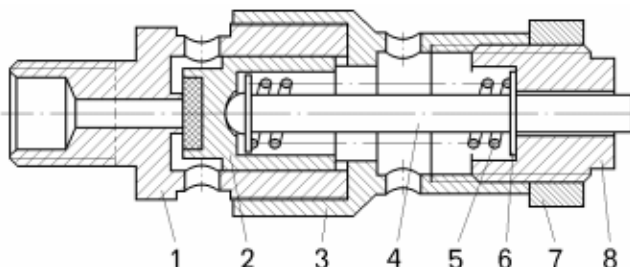

Рисунок 11.7 – Предохранительный клапан:
- отвернуть и снять гайку 7 (рисунок 11.7);
Давление открытия предохранительного клапана 5 ( $0,95 \pm 0,15$ ) МПа. Регулировку производить вворачиванием нажимной втулки 8 (смотри рисунок 11.7) в корпус 3.